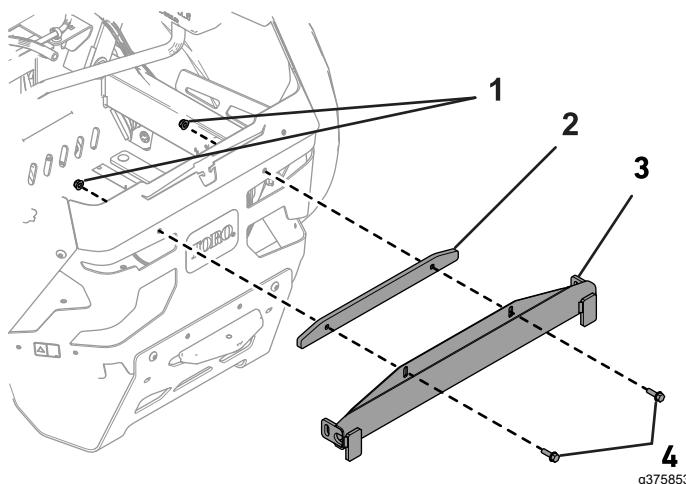

Figura 11
1. Sujete el soporte superior del ensacador y la placa de apoyo al protector trasero central usando 2 pernos con arandela prensada (5/16" x 1 1/4") y 2 contratuercas (5/16"), como se muestra en la Figura 11.